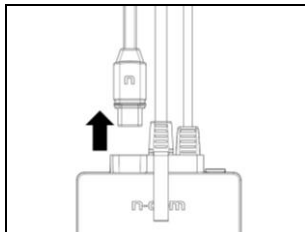

Fig. 41
- Rimuovere il connettore della tastiera dalla controparte (Fig. 41).